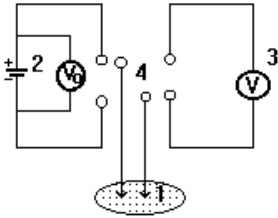

Рисунок 7
1. Собрать электрическую схему (рисунок 7), состоящую из исследуемого питательного вещества и иглы - 1; источника постоянного тока на $U_0 = 4-6$ В - 2; цифрового высокоомного вольтметра - 3; четырехполюсного ключа - 4.